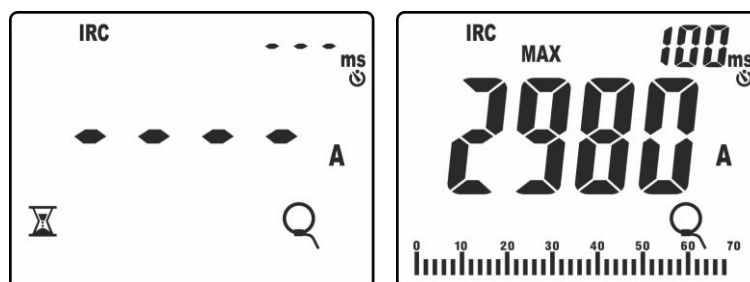

Fig. 41: Reconocimiento evento corriente de arranque
8. Pulse la tecla **GO/HOLD** para activar la función. El instrumento se pone a la espera del reconocimiento del evento (valor medido superior al umbral fijo de disparo igual al **1%FE pinza: ej 30A para FE = 3000A**) mostrando el símbolo “⌚” en pantalla (vea la Fig. 41 – parte izquierda)
9. Al reconocimiento del evento la medida se detiene automáticamente y el instrumento muestra en el visualizador principal el valor **Max RMS** calculado sobre el tiempo de valoración de **100ms** (default) reportado en el visualizador secundario (vea la Fig. 41 – parte derecha)